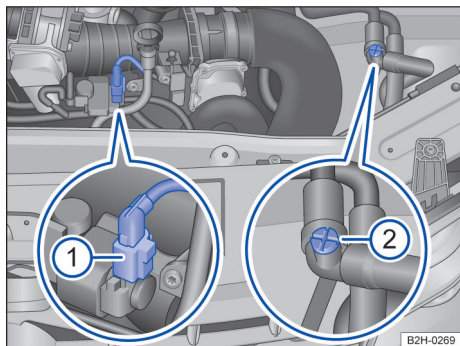

Fig. 179 No compartimento do motor: conector ① e válvula de ventilação manual ②.
- ② Remover a cobertura do motor para cima e guardar de modo seguro.
- ③ Abrir a tampa do reservatório de líquido de arrefecimento do motor → Página 235.
- ④ Abrir a válvula de ventilação manual → Fig. 179 ② em cerca de 3 voltas em sentido anti-horário.
- ⑤ Durante o abastecimento do sistema de arrefecimento do motor, observar a válvula de ventilação manual e fechá-la se sair líquido de arrefecimento do motor da válvula de ventilação manual.
- ⑥ Remover o conector ao lado da vareta de medição do óleo → Fig. 179 ① e fixar. Não conectar o conector novamente até a visita à oficina.
- ⑦ Abastecer o sistema de arrefecimento do motor até a borda superior do reservatório de líquido de arrefecimento do motor até que o nível de líquido de arrefecimento do motor não baixe mais.
- ⑧ Aguardar durante cerca de 5 minutos.
- ⑨ Dar partida ao motor e, dependendo da versão, regular o regulador do aquecimento ou do ar-condicionado para a temperatura máxima.
- ⑩ Aumentar a rotação do motor parado em 2.500/min e manter a rotação do motor durante cerca de 2 minutos.
- ⑪ Desligar o motor.
- ⑫ Aguardar cerca de 2 minutos e então abastecer o sistema de arrefecimento do motor mais uma vez até o canto superior do reservatório de líquido de arrefecimento do motor.
- ⑬ Repetir as etapas de trabalho 10 a 12 até que o nível de líquido de arrefecimento do motor no reservatório de líquido de arrefecimento do motor não baixe mais.
- ⑭ Se até agora ainda não tiver saído nenhum líquido de arrefecimento do motor da válvula de ventilação manual, fechar a válvula de ventilação manual, girando-a em sentido horário.